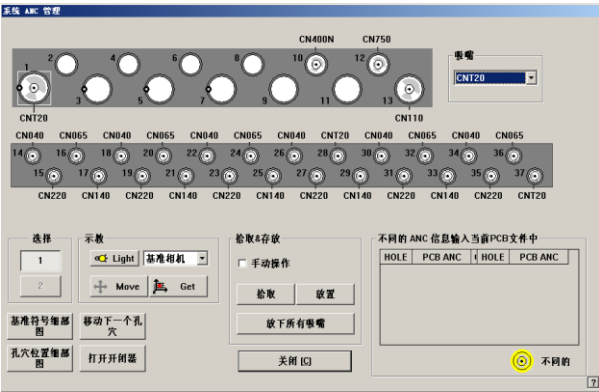

图3
6.5.1.2 在 MMI 操作画面的系统 ANC 管理中选择打开开闭器，再将选择好的吸嘴类型依照系统 ANC 管理中所标型号，如（图3），逐个放入孔位中，保持放置平整。